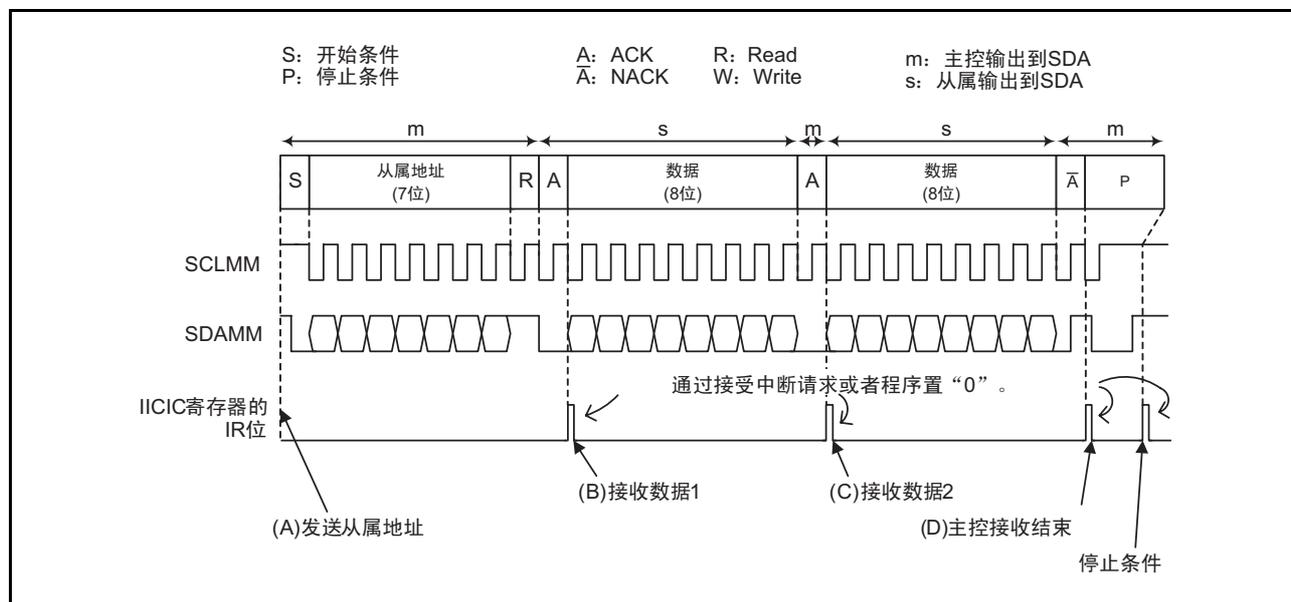

图 25.18 主控接收的运行例子
以下说明主控接收的步骤和运行。主控接收的运行例子如图 25.18 所示，假设已经进行“25.3.10.1 初始设定”，并且图中的 (A) ~ (D) 表示分别执行以下程序的步骤。